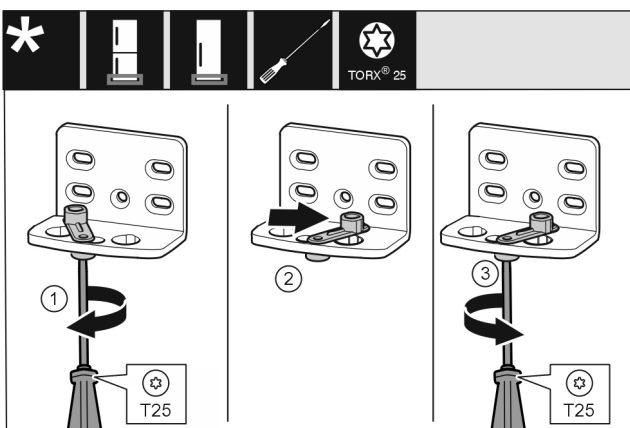

Fig. 14
- ▶ Svitare allentando la vite con il cacciavite T25. Fig. 14 (1)
- ▶ Sollevare l'ausilio di chiusura della porta e ruotarlo di 90° verso destra nel foro. Fig. 14 (2)
- ▶ Serrare la vite con il cacciavite T25. Fig. 14 (3)